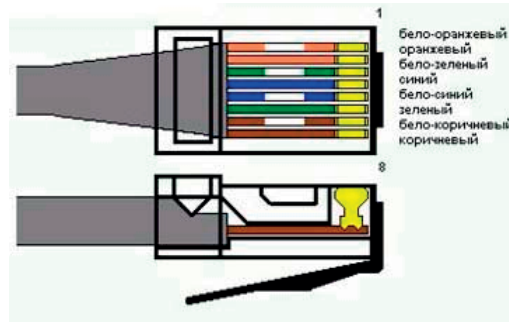

Рис. 23. Прямой обжим соединения, по стандарту TIA/EIA-568B, UTP 4-х парного кабеля категории 5е с вилкой RJ45 8P8C.
6.16.11 Для подключения сети Пользователя, стандарта EIA RS-485, а также цепей сигнализации медицинского учреждения к разъему изделия RJ45 необходимо применять прямой обжим, соединения вилки RJ45 8P8C с 4-х парным UTP кабелем категории 5е, по стандарту TIA/EIA-568B (рис. 23).